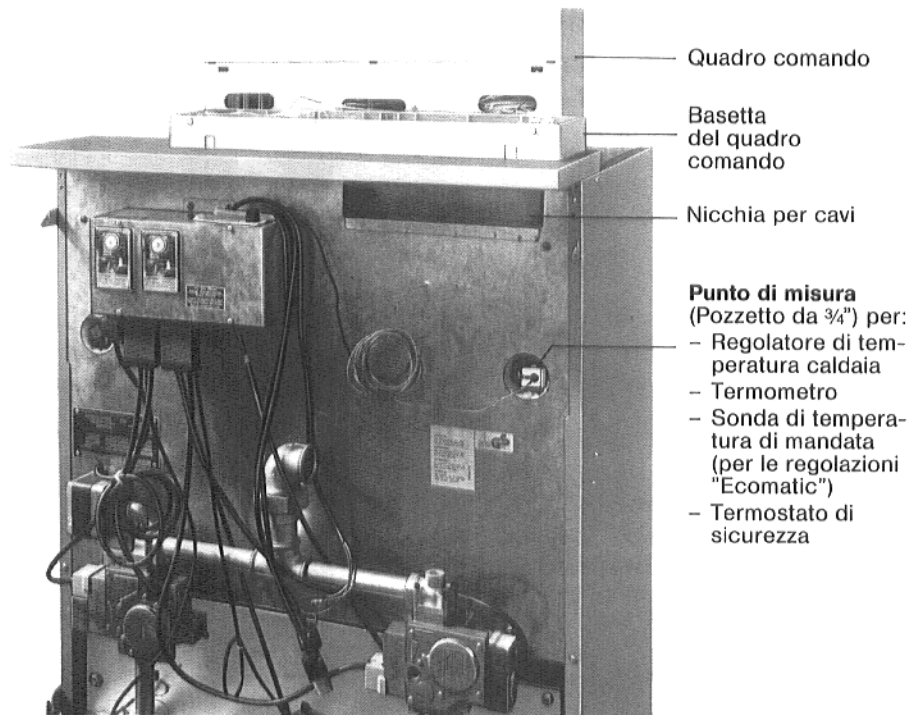

Fig. 8
1. Avvitare la basetta del quadro comando al coperchio anteriore del mantello caldaia (Fig. 8).
5. Porre il quadro comando sul coperchio posteriore della caldaia (Fig. 8).
6. Srotolare i capillari delle sonde di temperatura quanto sufficiente per giungere ai punti di misura (pozzetti) (Fig. 8).
7. Inserire la sonda, a fondo, nella guaina (pozzetto) (Fig. 8).
11. Spingere la lunghezza eccedente dei capillari e dei cavi nell'apertura sotto il coperchio caldaia (Fig. 8).